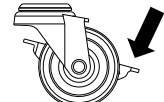

Fig.3
- 作業中および移動を完了した機器は、必ずキャストブレーキをロックさせて動かないようにしてください。(Fig.3)